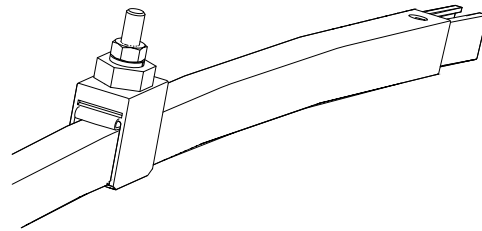
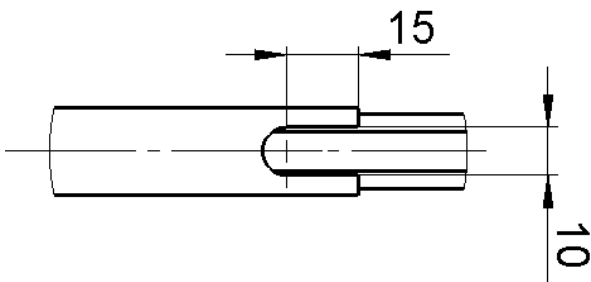
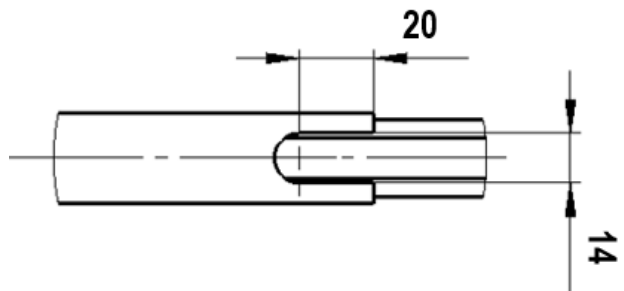

Abb. 8: Isolierprofil mit Bohrung
Abb. 9: Aussparung für Schleifleitungssystem 0812
Abb. 10: Aussparung für Schleifleitungssystem 0813
→ Am Schleifleitungsende des Einspeisungspunktes für den Heizleiter muss eine Aussparung für den Heizleiter in das Isolierprofil gesägt werden, gemäß Abb. 9 und Abb. 10. Um zu vermeiden, dass der Heizleiter oder die kalten Anschlussleitung gequetscht werden, müssen folgende Arbeitsschritte beachtet werden:
- Für Isolierprofil 0812: Bringen Sie an beiden Seiten der Bohrung eine 15 mm große Aussparung an (siehe Abb. 8 und Abb. 9).
- Für Isolierprofil 0813: Bringen Sie an beiden Seiten der Bohrung eine 20 mm Aussparung an (siehe Abb. 8 und Abb. 10).